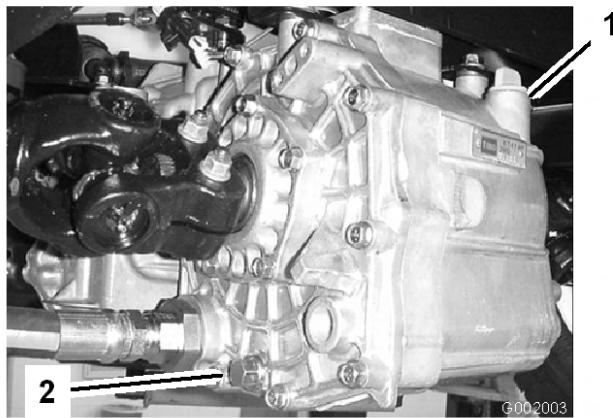

図 63
3. 油圧オイル・タンクの側面にあるドレン・バルブをゆるめ、流れ出すオイルを容器に受ける（図 63）。